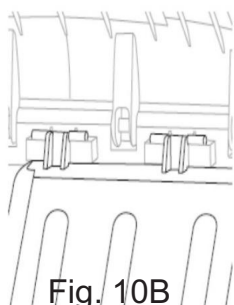
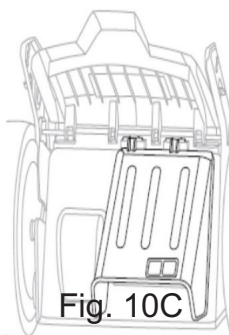

Fig. 10B
Fig. 10C
2. Insérez la goulotte d'évacuation arrière dans les trous correspondants, en vous assurant qu'elle est bien en place. (Fig. 10B/ Fig. 10C)